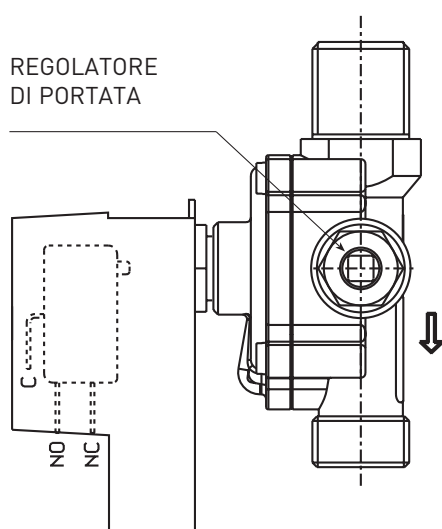

Fig. 5
2.2.2 Produzione acqua sanitaria "DUETTO HE 25 ErP" (fig. 5)
Per regolare la portata acqua sanitaria agire sul regolatore di portata del pressostato acqua (fig. 5):